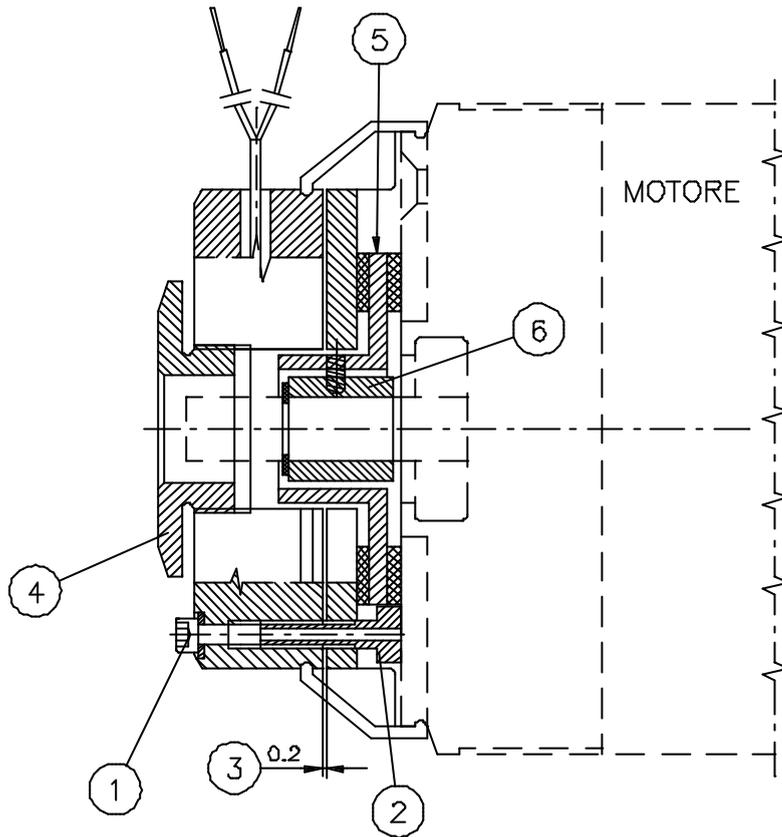

Fig. 10 (FRENO LATO MOTORE)
desserrer les trois écrous hexagonaux de réglage (2) dans fig.10;